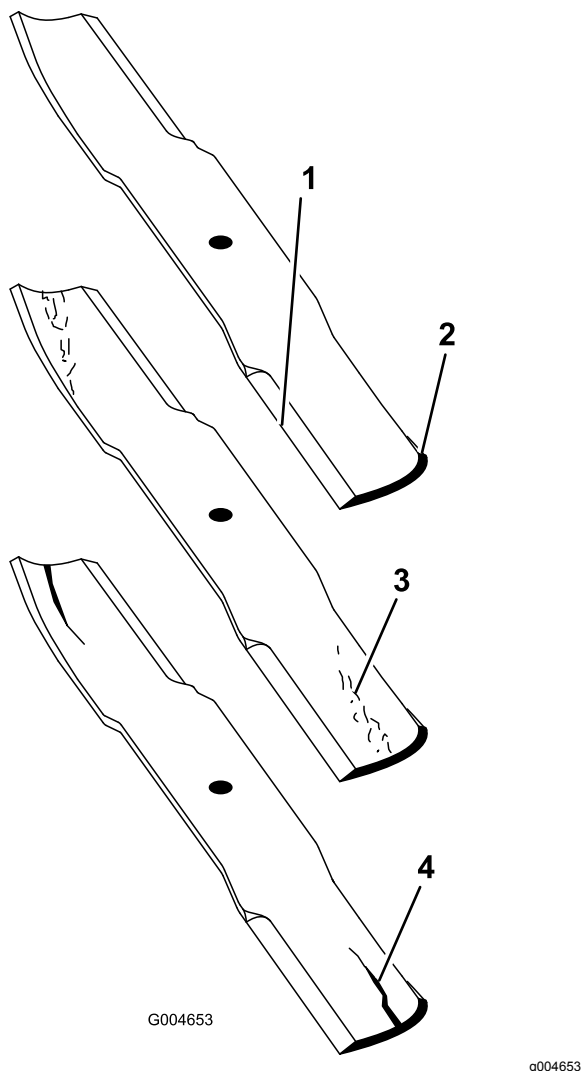

Figure 25
2. Examinez attentivement les tranchants de la lame, particulièrement au point de rencontre de la partie plane et de l'ailette (Figure 25).
Remarque: Le sable et les matières abrasives peuvent éroder le métal à cet endroit, c'est pourquoi il est important de contrôler l'état de la lame avant d'utiliser la tondeuse. Remplacez la lame si elle semble usée (Figure 25).